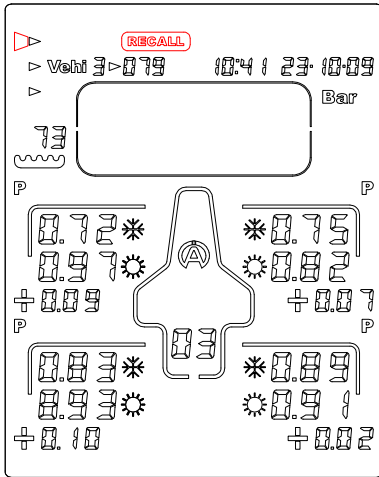

Figura 8
- 1) Con i 4 tasti     , selezionate l'icona « **RECALL** » (figura 8)